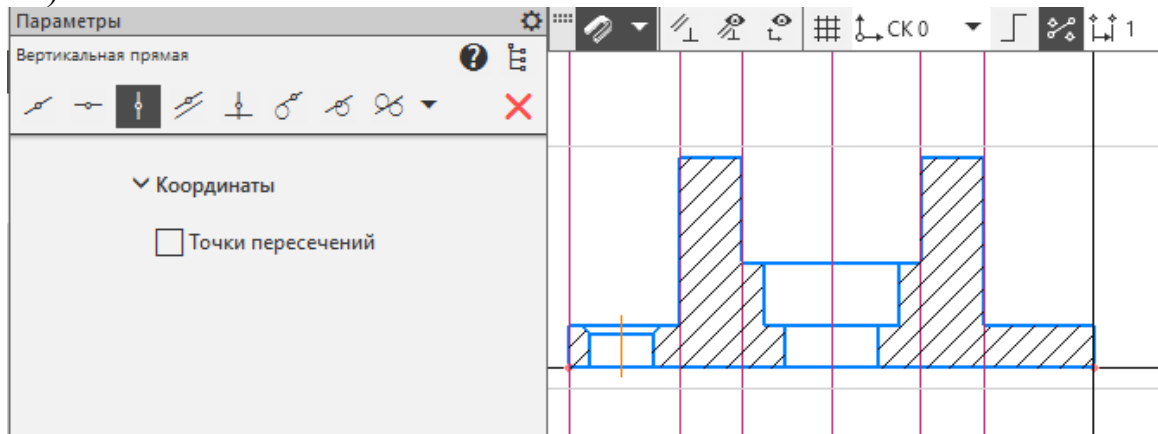

Рисунок 46.
10. **Вид сверху.** На инструментальной панели **Геометрия** -  **Вспомогательная прямая - Вертикальная прямая**, от всех объектов главного вида построить линии проекционной связи, для переноса на вид сверху (рисунок 46).